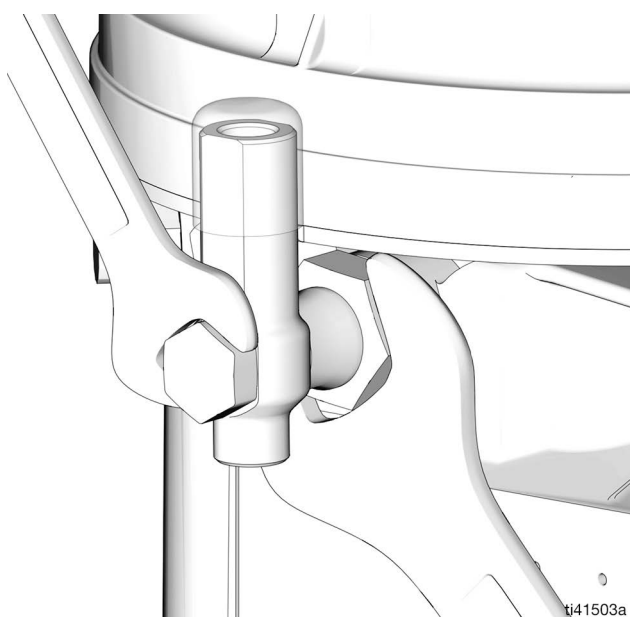

FIG. 15
Para aliviar la presión, ponga dos llaves en el elemento de la bomba y su accesorio de conexión y haga fuerza en direcciones opuestas para aflojar lentamente solo el accesorio hasta que se suelte y no salga más lubricante ni aire por el mismo. Repítalo con cada elemento de la bomba instalado (FIG. 15).
- Utilice siempre dos llaves y haga fuerza en direcciones opuestas cuando conecte algo al elemento de la bomba o accesorios auxiliares. Vea un ejemplo en la FIG. 15.